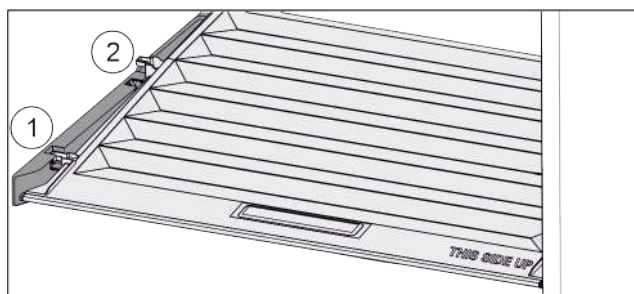

Fig. 103
- Потянуть крышку до отверстия в поддерживающих деталях вперед Fig. 103 (1).
- Поднять сзади снизу и извлечь Fig. 103 (2) движением вверх.